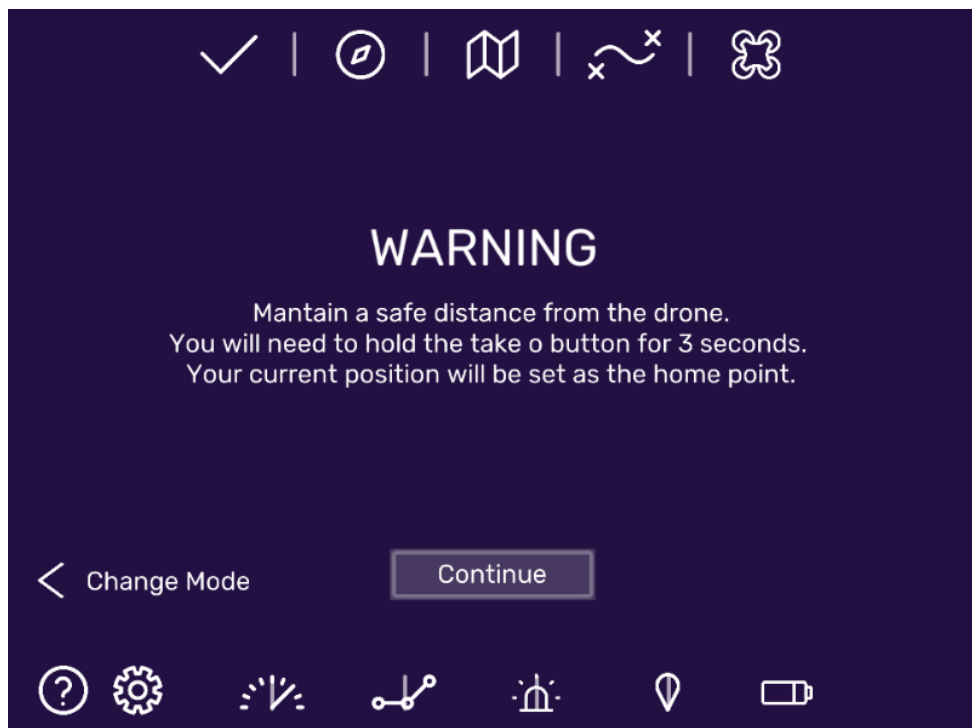

Figura 16. Ventana de advertencia al usuario que el dron va a despegar para iniciar el procedimiento de exploración/escaneo o mapeado
- Sostenga durante al menos tres segundos si desea iniciar la exploración de los alrededores. El dron mostrará el botón despegar. Pulsarlo y el dron despegará de su posición hasta que llegue a la altura deseada por defecto fijada en el indicador de altura en la esquina superior derecha. Aparecerá una ventana de advertencia. Ver Figura 16. Se inicia el movimiento del dron para realizar una exploración del entorno que lo rodea. El dron está en modo de exploración.
Cuando, finalmente, el dron aterriza debido a que la sesión de exploración ha acabado o las baterías están vacías la ventana de la figura 16 aparecerá de nuevo. Puede volver a planificar un vuelo pulsando el botón de "Cambiar modo" en la posición inferior izquierda. Esto llevará a la ventana de la Figura 4b. Pulse el botón Plan de Vuelo para entrar en la siguiente sección del procedimiento.